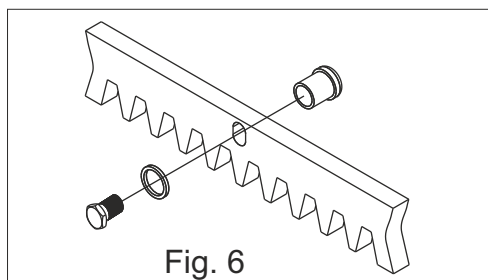

Fig. 6
5.2. Fijar en cada elemento de cremallera las lenguetas de soportar mediante los relativos tornillos de bloqueo, teniendo cuidado de posicionarlos en la parte superior del ojal. (Fig. 6)